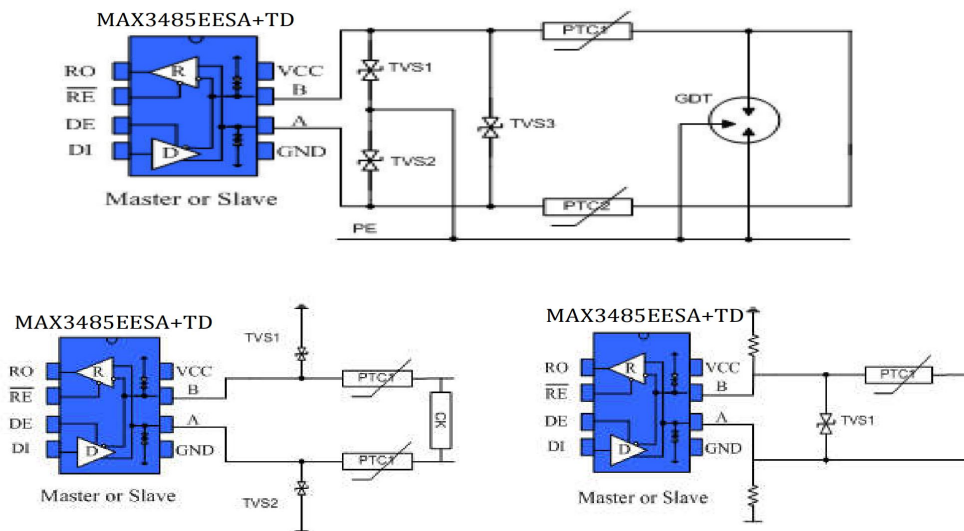

图 11 端口防护方案
4.3 总线端口防护： 在恶劣的环境下，RS485 通讯端口通常都做好静电防护、雷击浪涌防护等额外的防护，甚至还需要做好防止 380V 市电接入的方案，以避免智能仪表、工控主机的损坏。图 11 为常见的 3 种 RS485 总线端口防护方案。第一种为 AB 端口分别并联 TVS 器件到保护地，AB 端口之间并联 TVS 器件、AB 端口分别串联热敏电阻、并接气体放电管到保护地形成三级保护的方案；第二种为 AB 分别并联 TVS 到地、串联热敏电阻，AB 之间并联压敏电阻的三级防护方案；第三种为 AB 分别接上下拉电阻到电源与地，AB 之间接 TVS，A 或 B 某一端口接热敏电阻的方案。